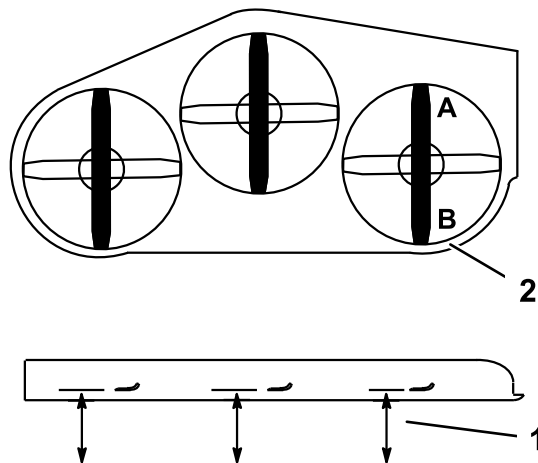

Figure 94
- Tournez la lame **droite** dans le sens longitudinal (Figure 94).
- Mesurez la distance au point A entre la surface plane et le tranchant de la pointe de la lame droite (Figure 94).
- Mesurez la distance au point B entre la surface plane et le tranchant de la pointe de la lame droite (Figure 94).
- La lame doit être plus basse de 6 à 10 mm ($\frac{1}{4}$ à $\frac{3}{8}$ po) au point A qu'au point B (Figure 94). Si ce n'est pas le cas, passez aux opérations suivantes.